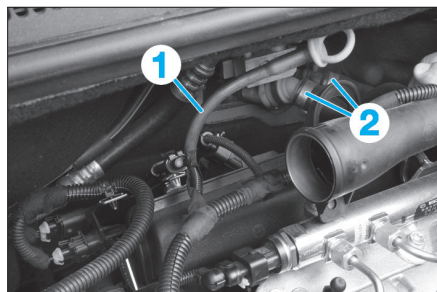

FIG. 82
- le guide jauge de niveau d'huile (1) (Fig.82),
- les durits (2) d'alimentation de l'aérotherme,